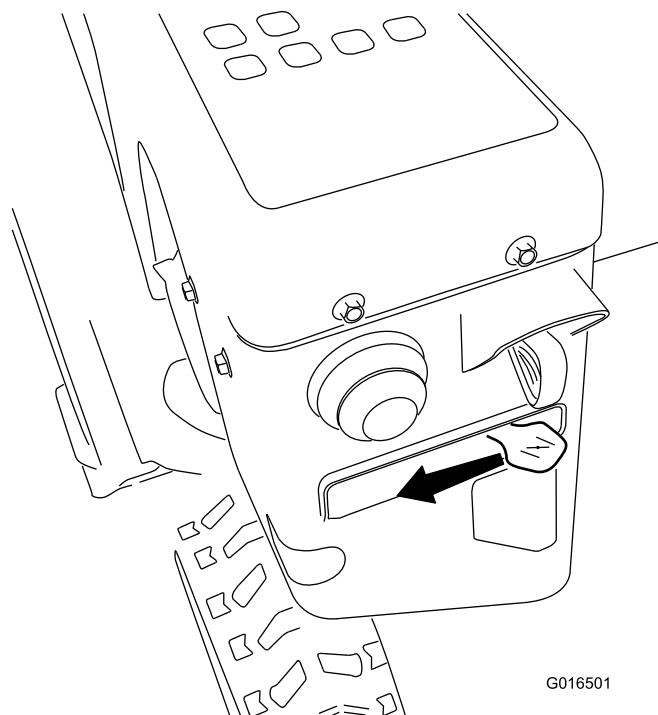

Figure 22
5. Amenez la commande de starter en position STARTER (Figure 22).